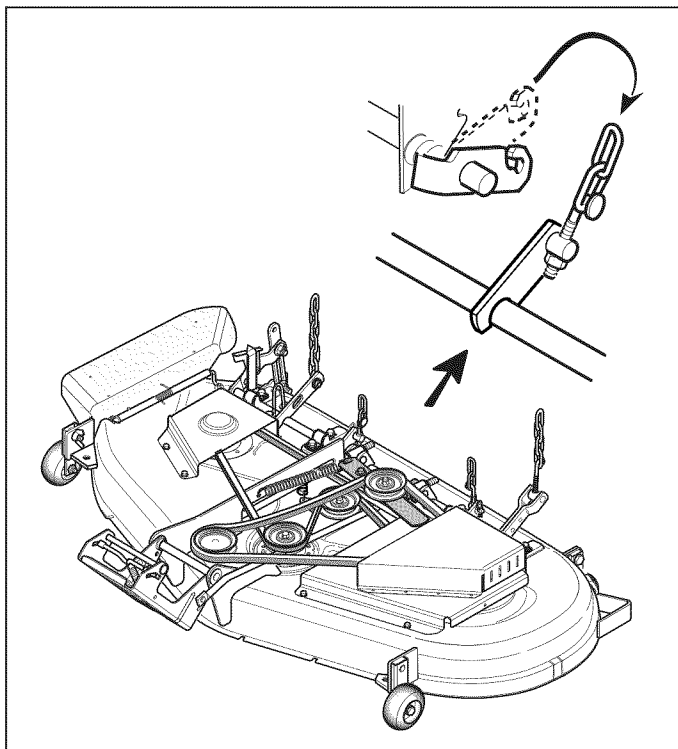

Figura 19
4. Conecte la cadena de elevación de accesorios en el enganche del bastidor del tractor (véase Figura 19). Repita la operación en el otro lado.